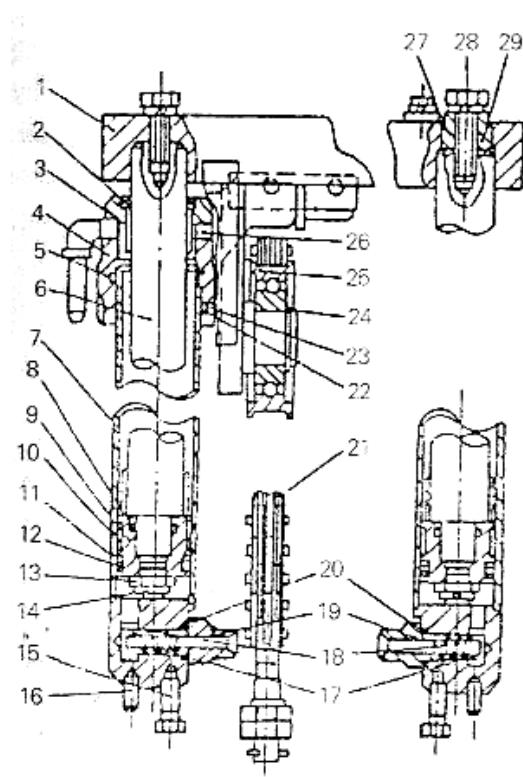

Рис. 7-8 Цилиндр подъема
7.5 Цилиндр подъема (Рис. 7-8)